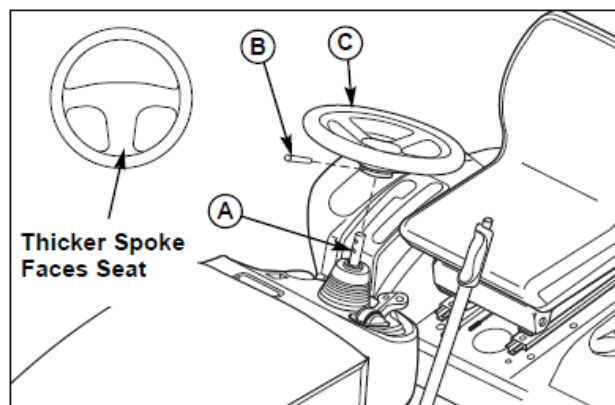

図 31 ハンドル
1. ハンドル (図 31 の B) のベースでロールピンを取り外すために、適当なポンチを使ってください。